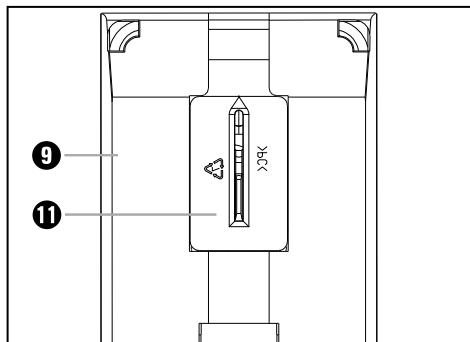

Abb. 1: Spanreißschutz montieren
- ◆ Drücken Sie den Spanreißschutz ⑪ von unten in den Gleitschuh ⑨, bis er spürbar einrastet (Pfeil nach oben). Die ▲ - Markierung des Spanreißschutzes ⑪ weist in Richtung der Vorderseite des Gerätes (siehe auch Abb. 1).